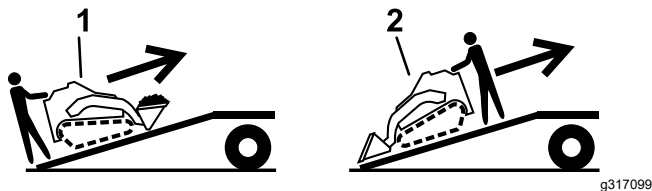

Figura 20
5. Încărcă maina pe remorcă cu partea cu încărcătură orientată spre rampă în sus i încărcătura în poziție joasă (Figura 20).